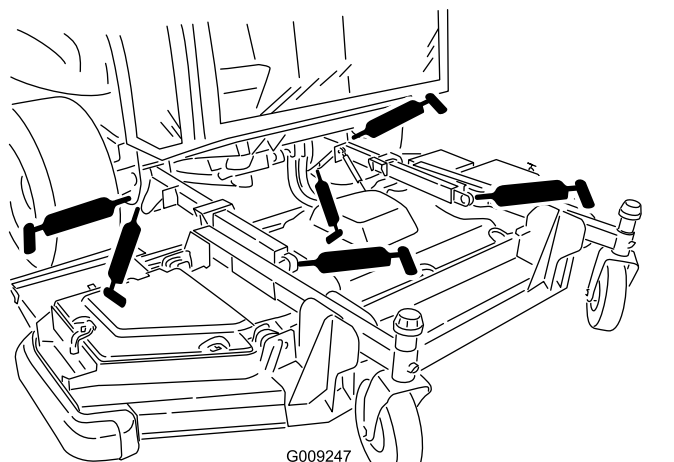

Figura 84
- 2 bocche orientabili del braccio di sollevamento (Figura 84)
- 2 giunti a sfera del braccio di sollevamento (Figura 84)
- 2 perni di articolazione del cilindro di sollevamento del piatto anteriore (Figura 84)